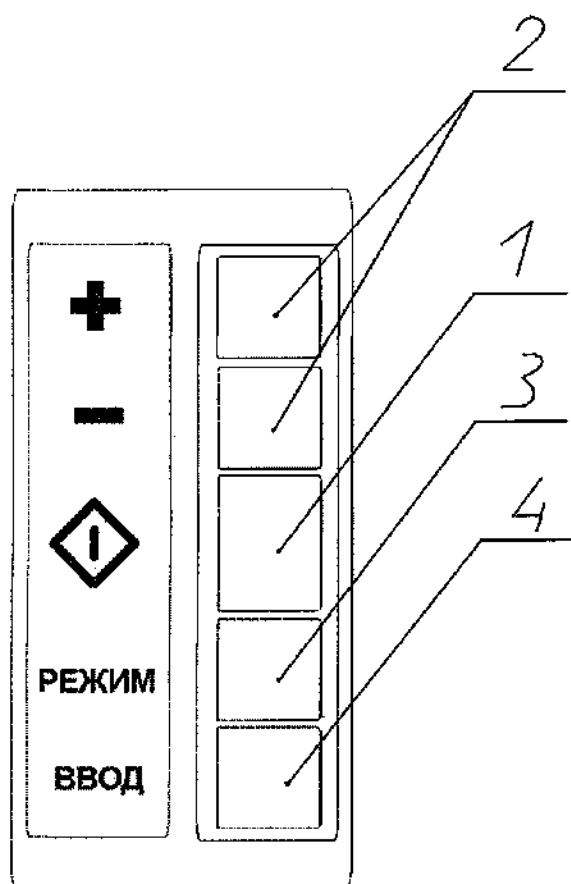
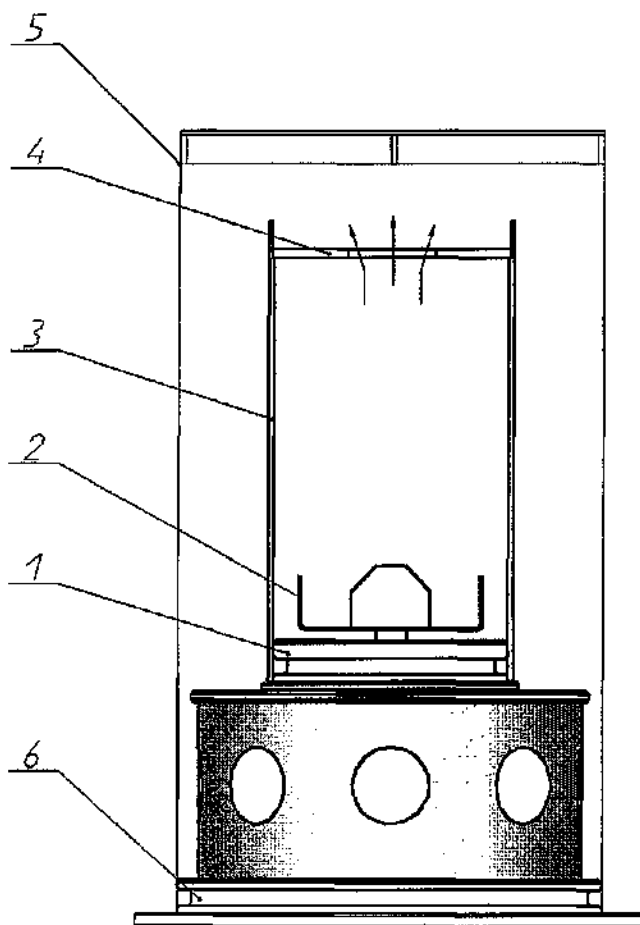

Рисунок 2. Вид панели управления
Рисунок 4. Узел измельчения.
Конструктивно аппарат представляет собой несущий прямоугольный корпус, на котором расположен узел измельчения (рис. 4). В корпусе расположен электродвигатель узла измельчения, а также контроллер, управляющий аэрозольной процедурой. Ввод параметров процедуры и контроль ее проведения осуществляется с помощью панели управления и жидкокристаллического индикатора (ЖКИ), расположенных на лицевой панели (рис.2).
Препарат соли засыпается в емкость помола (п.3 рис.4), измельчение соли и генерация аэрозоля происходят при вращении ножа (п.2 рис.4). Полидисперсный аэрозоль поступает в кожух-нагнетатель (п.5 рис.4), где полезная (респираторная) фракция отделяется от грубой фракции.
Для загрузки препарата соли произведите следующие действия: убедитесь, что аппарат не находится в режиме СЕАНС (см. раздел 9. Проведение сеанса на аппарате. СЕАНС). Снимите кожух-нагнетатель (п.5 рис.4) с фланца (п.6 рис.4). Убедитесь, что узел измельчения тщательно очищен от соли. При необходимости снимите емкость помола (п.3 рис.4) с фланца-приемника (п.1 рис.4) и очистите все детали узла измельчения от соли с помощью кисточки, смётки и ершика. Наберите в мерную емкость из посуды для хранения соли 30 ± 2 мл препарата соли. Засыпьте в установленную на фланец-приемник емкость помола измельчителя через верхнее отверстие препарат соли. Плотно установите на емкость помола кольцо емкости помола (п.4 рис.4). Плотно установите кожух-нагнетатель на фланец узла измельчения. При этом необходимо следить за тем, чтобы штифт на фланце вошел в вырез на боковой поверхности кожуха-нагнетателя.
Если во время СЕАНСА будет снят кожух-нагнетатель (п.5 рис.4), то сработает система защиты от механических поражений от вращающегося ножа измельчителя. Происходит отключение питания измельчителя, на табло появляется надпись [*Установите кожух / ЧЧ:ММ ХХХ:ХХ*] а также в течение 5 секунд раздается звуковой сигнал.
Если во время СЕАНСА произойдет «заклинивание» вала двигателя измельчителя (избыточная загрузка измельчителя препаратом соли, попадание крупных частиц, иные причины), то срабатывает система защиты аппарата от перегрузки. Происходит отключение питания измельчителя, на табло появляется надпись [*Мотор перегружен!*] и раздается звуковой сигнал. Для прекращения звукового сигнала нажмите любую кнопку аппарата. Выясните и устраните причины перегрузки, для чего выключите аппарат, снимите кожух-нагнетатель измельчителя (п.5 рис.4) с измельчителя, очистите измельчитель и повторите ЗАГРУЗКУ ПРЕПАРАТА СОЛИ (см. раздел 9. Проведение сеанса на аппарате. ЗАГРУЗКА ПРЕПАРАТА СОЛИ).
- После каждого сеанса необходимо высыпать из емкости помола (п.3 рис.4) отработанный препарат соли и производить чистку измельчителя. Для этого снимите кожух-нагнетатель (п.5 рис.4) с фланца (п.6 рис.4), снимите емкость помола с фланца-приемника (п.1 рис.4), и щеткой-сметкой, входящей в комплект поставки, сметите отработанный препарат соли в посуду для отработанной соли. Жесткой кистью, входящей в комплект поставки, тщательно очистите емкость помола, ножи измельчителя (п.2 рис.4) от остатков препарата. Храните отработанный препарат соли в посуде с крышкой. Выбрасывайте его каждый день в систему канализации.